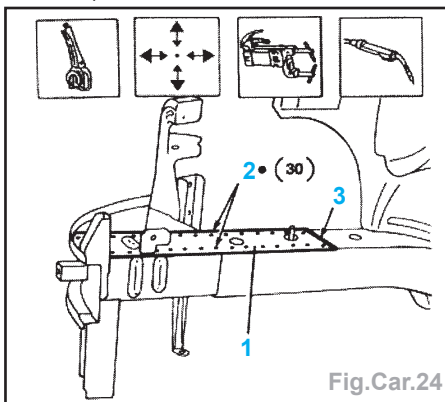

Fig.Car.24
- Nettoyer la zone (1) de soudures et appliquer un apprêt électro-soudable.
- Effectuer des soudures par points (Fig. Car.24).